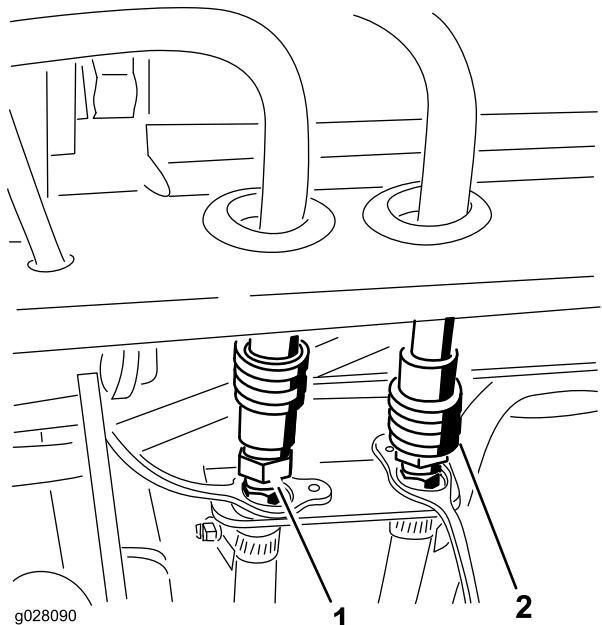

Figura 124
54. Ligue as mangueiras de pressão e retorno da cabina aos acopladores rápidos na montagem da estrutura traseira (Figura 124).